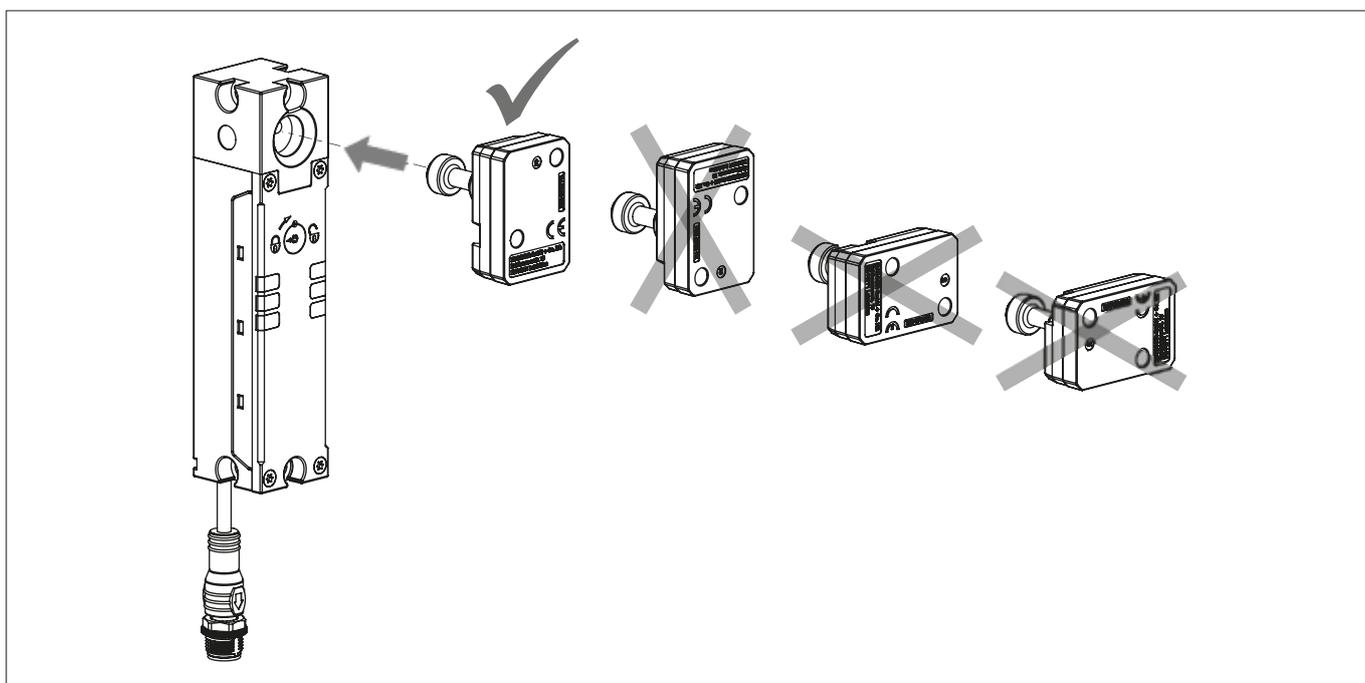

図 2: アクチュエーターの位置合わせ
- ▶ アクチュエーターと安全スイッチは、ガードを閉じたときにアクチュエーターがスイッチに垂直に完全に挿入されるよう取り付けてください (図 2 を参照)。正しく取り付けられていない場合、ガードロックの動作は保証されません。